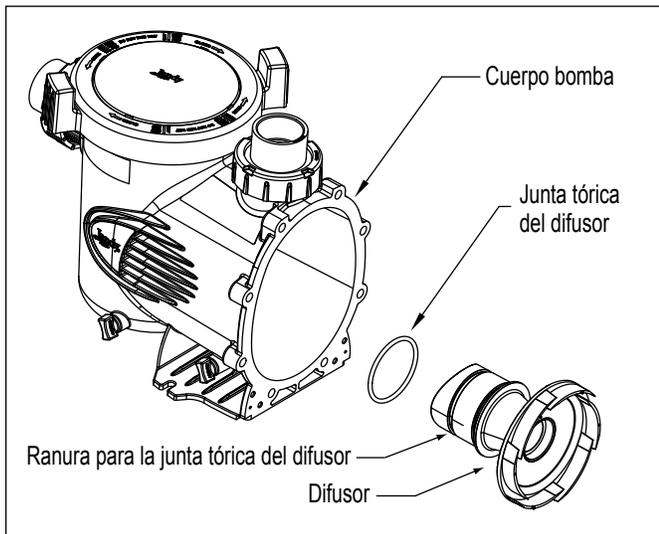

Figura 16. Plano de despiece del cuerpo de la bomba y del difusor
6. Vuelva a colocar los dos (2) tornillos de estrella pequeños. Apriete los tornillos para sacar el difusor contra la placa posterior del motor.
7. Para ayudar a prevenir una pérdida de aire en el sistema, asegúrese de que la junta tórica del difusor, la ranura de la junta tórica y su sello estén limpios y libres de residuos. Si retiró la junta tórica del difusor, asegúrese de instalarla en la ranura de donde la extrajo. (Véase la Figura 16.) Si usa grasa para retener la junta tórica, **debe ser** a base de silicona, **No use grasa a base de petróleo** . Destruirá la junta tórica.
8. Deslice el difusor en el agujero de acoplamiento en el cuerpo de la bomba. Mientras sujeta el motor comience colocando dos (2) tornillos en lados opuestos. (Esto mantendrá el motor en posición mientras empieza con los otros seis (6) tornillos.)
9. Apriete los tornillos ligeramente en un patrón cruzado de "X" con una llave $9/16$ " . Comience con los cuatro (4) del interior (centro), luego los cuatro (4) del exterior (arriba y abajo) para colocar la placa posterior en el cuerpo de una manera uniforme. Una vez que todos los tornillos estén ajustados, apriételos en el mismo orden con una llave de torque hasta 18 libras-pie.
2. Retire el sello de carbono del eje del motor (véase figura 16). Éste es un sello con resorte. Sujete la parte de la junta más cercana al cuerpo del impulsor y quite el sello con un movimiento de torsión.